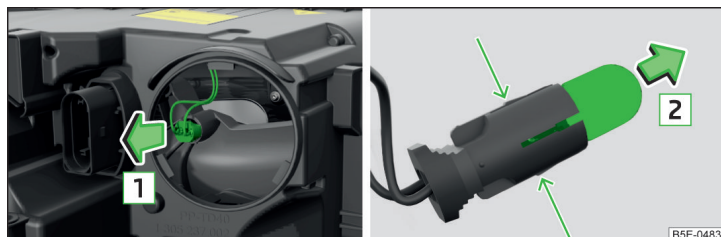

Fig. 222 Faros con luz de xenón: bombilla para la luz de posición adicional
- Extraiga portalámparas con la bombilla con movimientos de vaivén en el sentido de la flecha **1** » fig. 222.